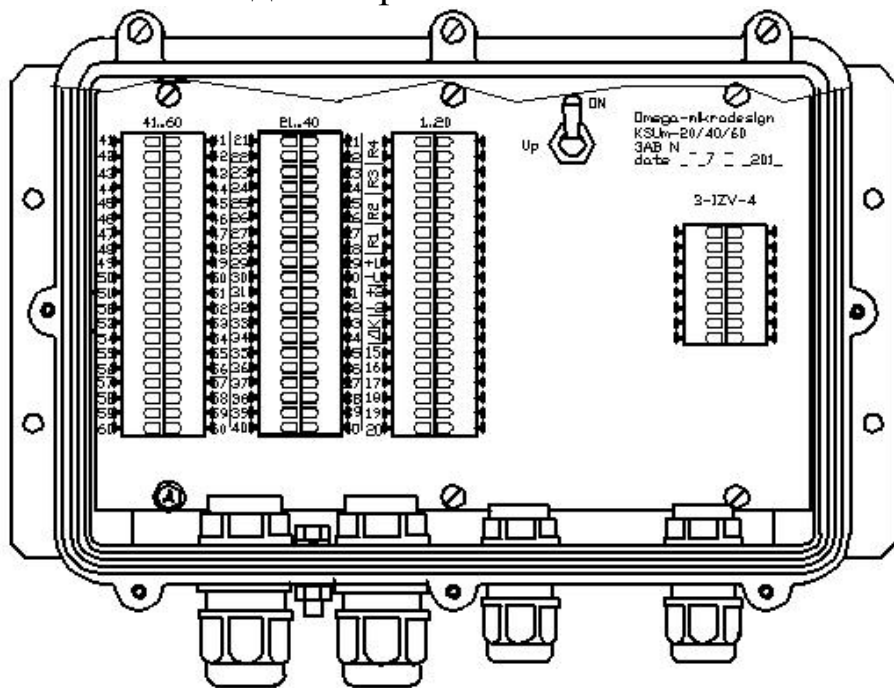

Рис. 1
3.2. Конструкция **КСУМ** включает плату, размещённую в корпусе, которая крепится к корпусу шестью винтами, на одном расположена пломбировочная чашка с оттиском знака предприятия изготовителя (Рис.1). На плате установлены тумблер включения напряжения питания «Ur» и пружинные зажимы для подключения проводов.